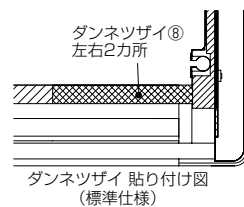

図6
- 付属のダンネツザイ⑧を化粧パネルの枠に貼り付けてください。(図6) ※標準仕様で貼り付ける場合と貼付け位置が異なりますので、注意してください。